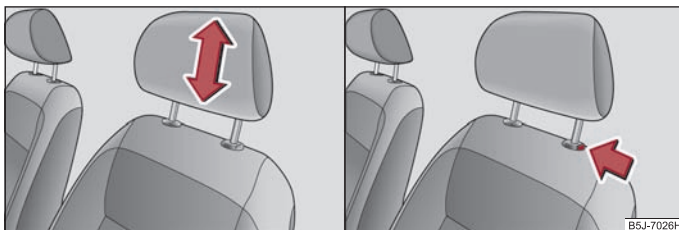

Abb. 51 Kopfstütze: Einstellen / Herausziehen
- Fassen Sie die Kopfstütze seitlich mit beiden Händen an und schieben Sie die Kopfstütze in Achsrichtung der Metallführungsstangen in Pfeilrichtung nach oben oder unten \Rightarrow Abb. 51 links.
- Möchten Sie die Kopfstütze nach unten verschieben, müssen Sie die Sicherungstaste drücken \Rightarrow Abb. 51 rechts und mit der anderen Hand die Kopfstütze nach unten drücken.
- Drücken Sie die Sicherungstaste in Pfeilrichtung \Rightarrow Abb. 51 und ziehen Sie die Kopfstütze heraus.